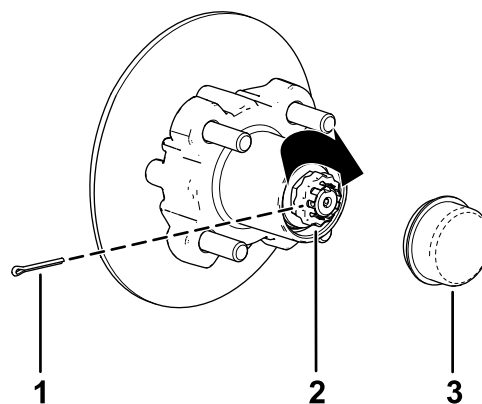

Figura 34
8. Montate il fermo sul dado e controllate l'allineamento della scanalatura sul fermo con il foro del mandrino per la coppiglia (Figura 34).
9. Montate la coppiglia e piegate ciascuna asticella attorno al fermo (Figura 34).
10. Montate il coperchietto antipolvere sul mozzo (Figura 34).